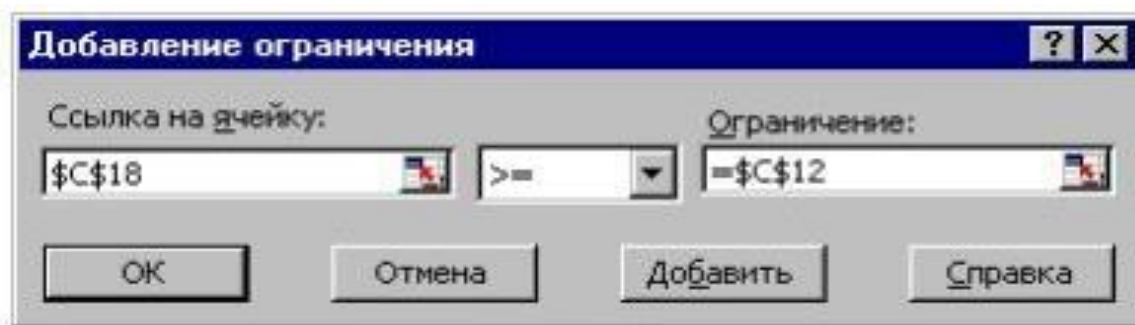

Рис. 6.
24. Селектируйте ячейку С12 и убедитесь, что окно диалога команды «Добавление ограничения» имеет вид, показанный на рис. 6.